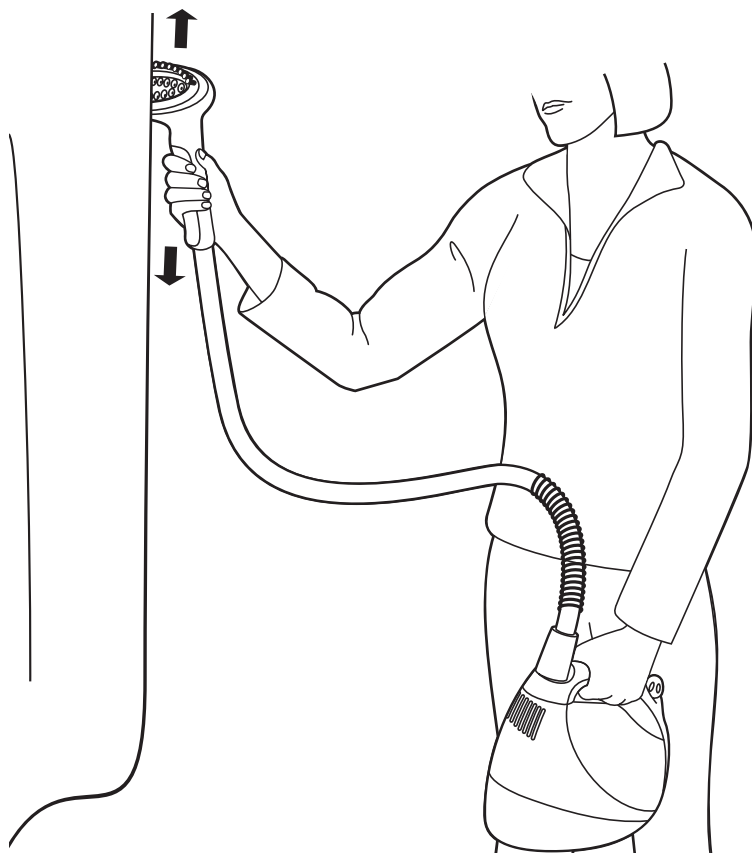

fig. 12
- 4 Sostenga la unidad de vapor a la altura de la cintura con una mano o colóquela sobre una mesa. (fig. 12)